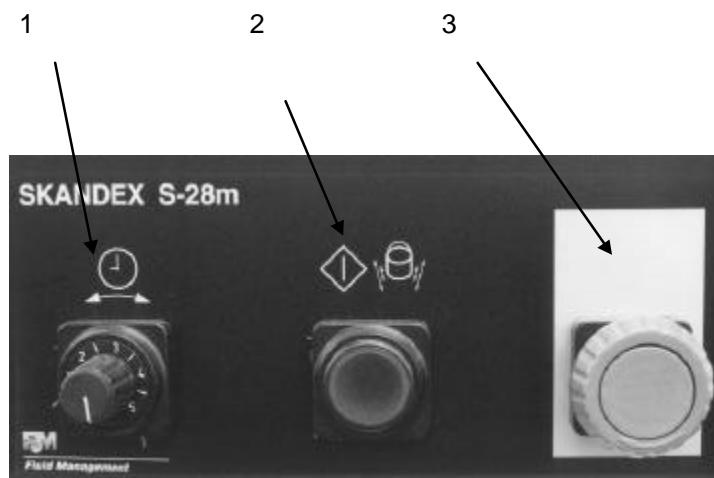

Abbildung 8
- SO-30m: Der Notschalter ist gedrückt (siehe Abbildung 8, Nummer 3), und der EIN/AUS-Schalter an der Rückseite steht auf Aus <O>.
5.4.1 Typ: SO-30m (Abbildung 8)